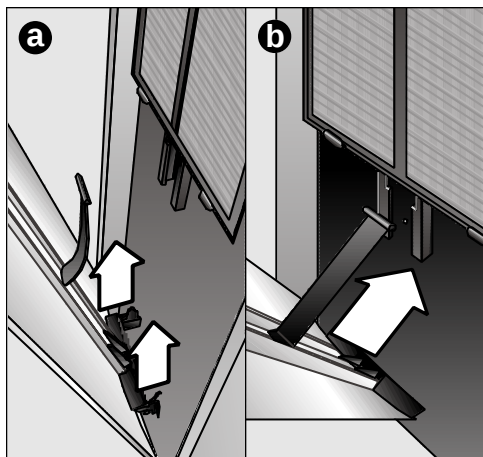

Fig. 22
- 1º Levantar la puerta hasta sacarla de los apoyos inferiores, (Fig. 22: a).
- 2º Posicionar el clip de plástico en la ranura frontal del equipo (en forma de T) y deslizarlo hacia abajo hasta el tope de seguridad, (Fig. 22: b).
- 3º Colocar las patillas inferiores de la puerta en los topes frontales del equipo con cuidado para evitar que la patilla de plástico colocada en el paso anterior se salga de su ubicación, (Fig. 22: c).